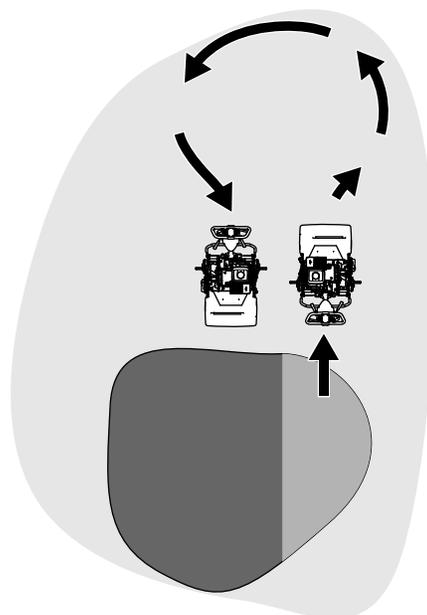

図 24
- ターンをする時はグリーンの外で、リールを浮かせてハンドルを押し下げて、雨だれ形を描くように行います 図 24。
1. トランスミッションギアボックスにある接続レバーを探し出す 図 24。